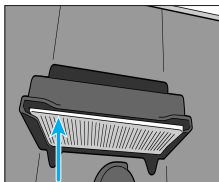

图 11
6. 将新空气滤网按与原滤网相同的方向放置，并滑入到位（图 11）。